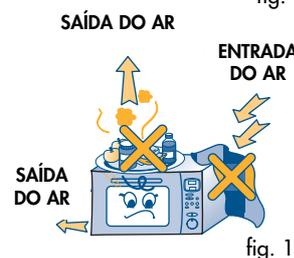

fig. 10
- 7) Não tape os orifícios de entrada do ar. Não pouse nada em cima do forno e certifique-se de que as aberturas de saída do ar e dos vapores (situadas por cima, por baixo e/ou atrás do aparelho) estão SEMPRE DESOBSTRUÍDAS (fig. 10).
- 8) Posicione o suporte (I) no centro da sede circular e pouse o prato rotativo (H) nesse local. O perno (D) deve ser inserido na respectiva sede, no centro do prato rotativo.